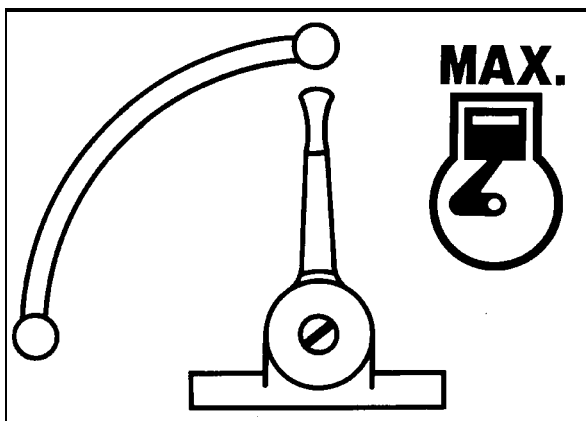

Fig. 8
- Colocar la palanca reguladora de revoluciones (Fig. 8) en posición MAX.